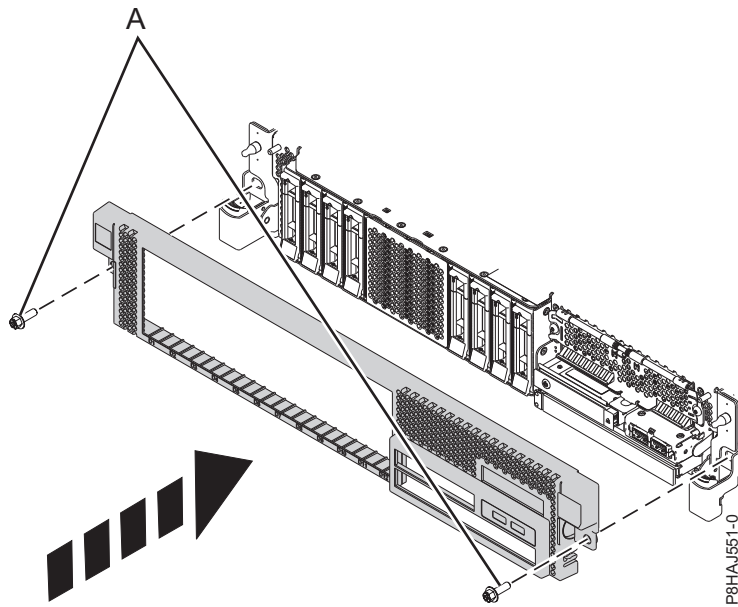

Figura 62. Instalación de la cubierta frontal
3. Cierre los pestillos de liberación empujando en la dirección que se muestra en Figura 62 en la página 106. La cubierta se insertará en su posición y dispone de una hendidura que le permite sujetarla más fácilmente.
4. Sustituya los tornillos de envío (A).